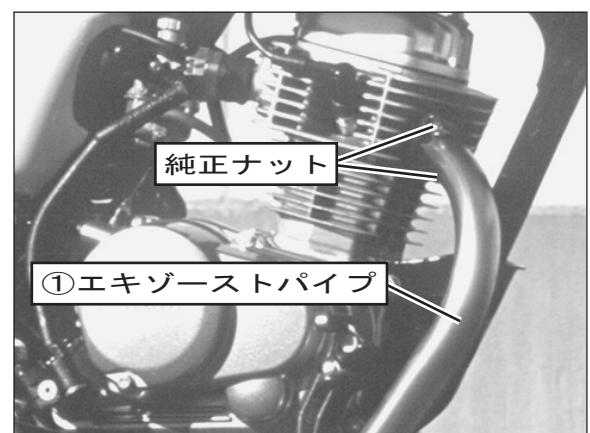

FIG. 10
9. 純正エキゾーストガスケットを取り外し、付属の⑮エキゾーストガスケットに交換し、①エキゾーストパイプを純正ナットを使用して仮締めします。
- (FIG. 10参照)